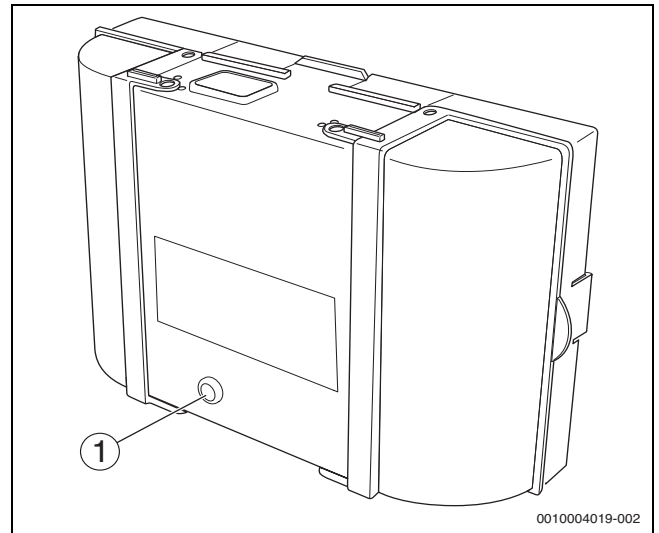

Bild 15 Störungen am Feuerungsautomaten zurücksetzen
- Reset-Taste am Feuerungsautomaten drücken (→Bild 15).